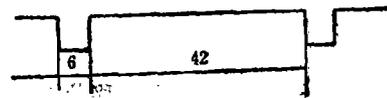

图6
当5G661的工作正常时，在断开或接上YF门各组开关的S端的各种不同情况下控制脉冲的输出波形为图6所示。
① 1—8组开关单独断开一组S端时（任意一组）输出控制脉冲的波形如图6。